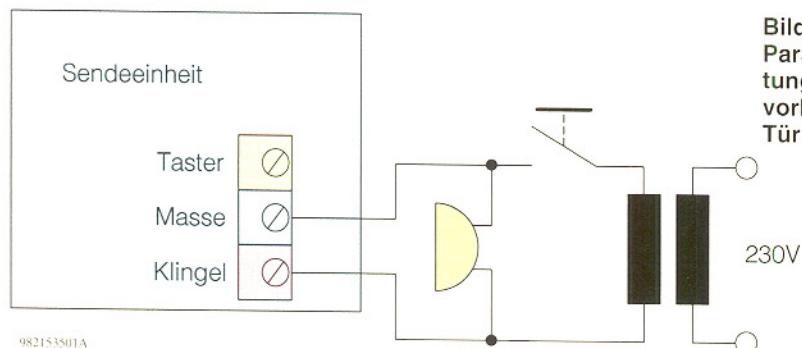

Bild 1:
1. Parallelschalten zur bereits vorhandenen Türklingel. Die Versorgungsspannung (Wechsel- oder Gleichspannung) der Türklingel beim Drücken des Klingeltasters wird ausgewertet und ein Sendevorgang gestartet (siehe dazu Abbildung 1). Bei Anlegen einer Gleichspannung ist der Pluspol mit der Klemme „Klingel“ und der Minuspol mit „Masse“ zu verbinden, während die Polarität